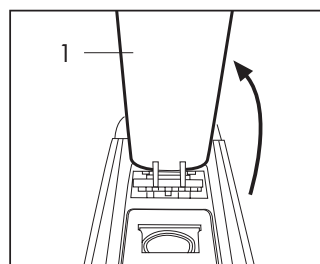
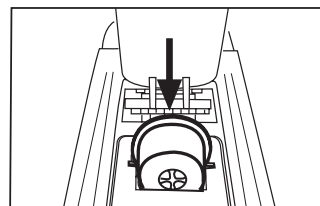

Fig. 8
Fig. 9
- Soulever lentement vers l'arrière (jusqu'à l'arrêt) le levier de commande (1) (Fig. 8) et introduire une capsule dans l'espace prévu (Fig. 9)